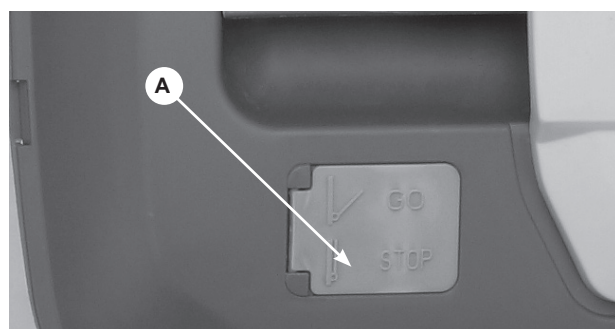

Рис.6
Травосборник оснащен индикатором уровня заполнения (A) Рис.6. Крышка индикатора открывается под воздействием потока воздуха, проходящего через травосборник. Если во время работы крышка закрылась, значит травосборник полный и его необходимо освободить от травы. Для нормальной работы индикатора отверстия под крышкой должны содержаться в чистоте.